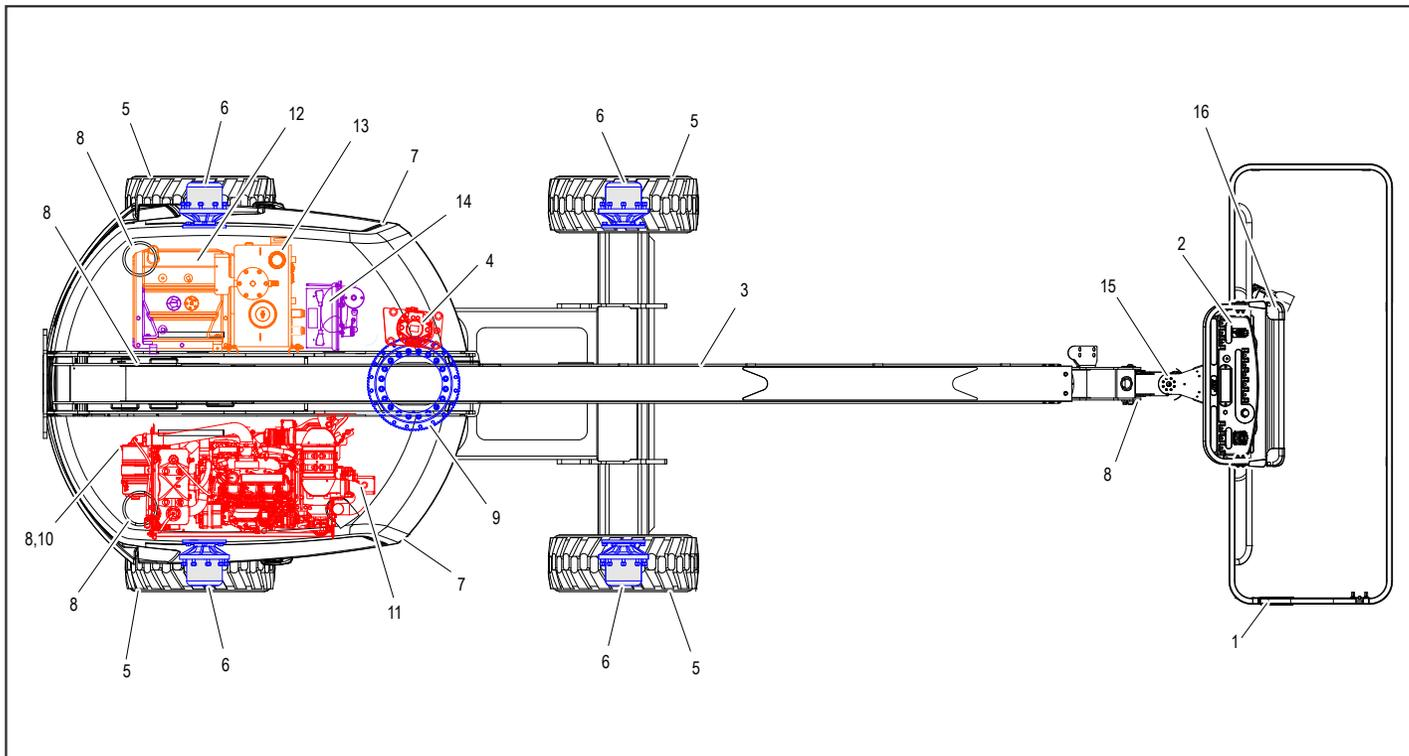

Abbildung 2-2. Tägliche Sichtkontrolle – Blatt 1 von 3
5. **Sichtkontrolle** – Siehe Abbildung 2-2.